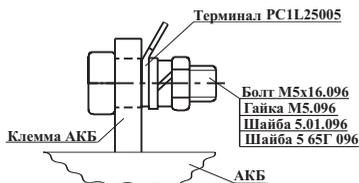

Рисунок 3
- Подключение бокса к АКБ 17 А·ч производится через терминал (см.рисунок 3), входящий в комплект поставки бокса.